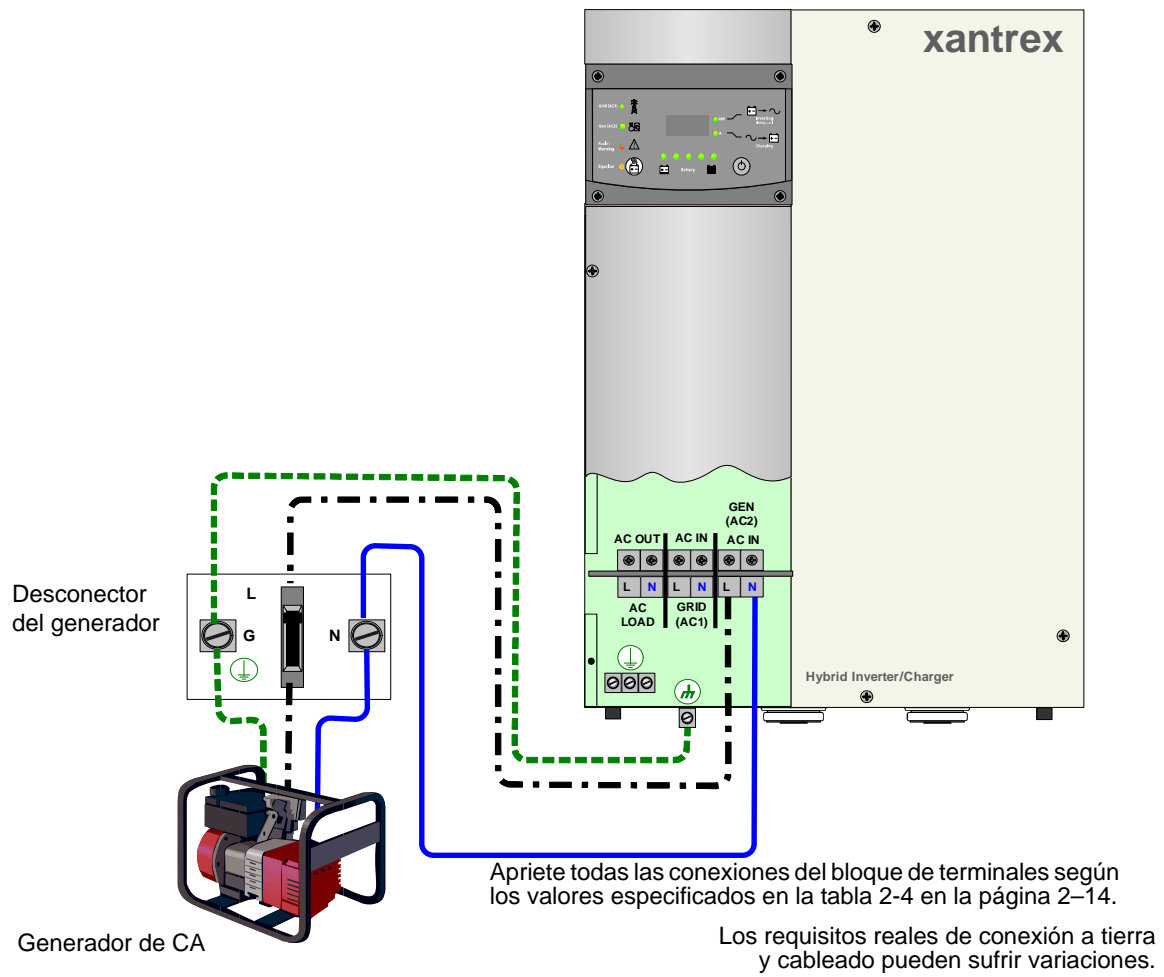

Figura 2-15 Cableado del generador al inversor
1. Consulte la Figura 2-15. Conecte el cable de neutro del desconector o el interruptor del generador al terminal neutro GEN (AC2) del inversor.